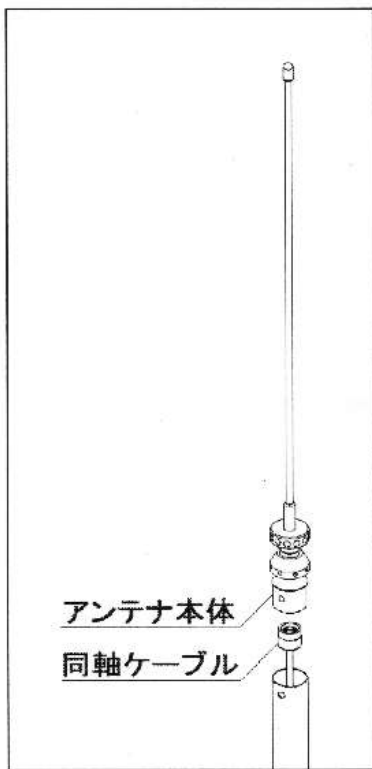
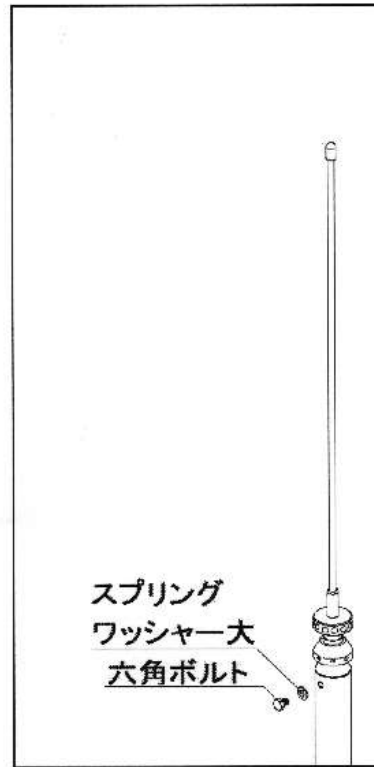

Fig.3
Fig.4
2) Fig.3, Fig.4 取付パイプへアンテナ本体の取付